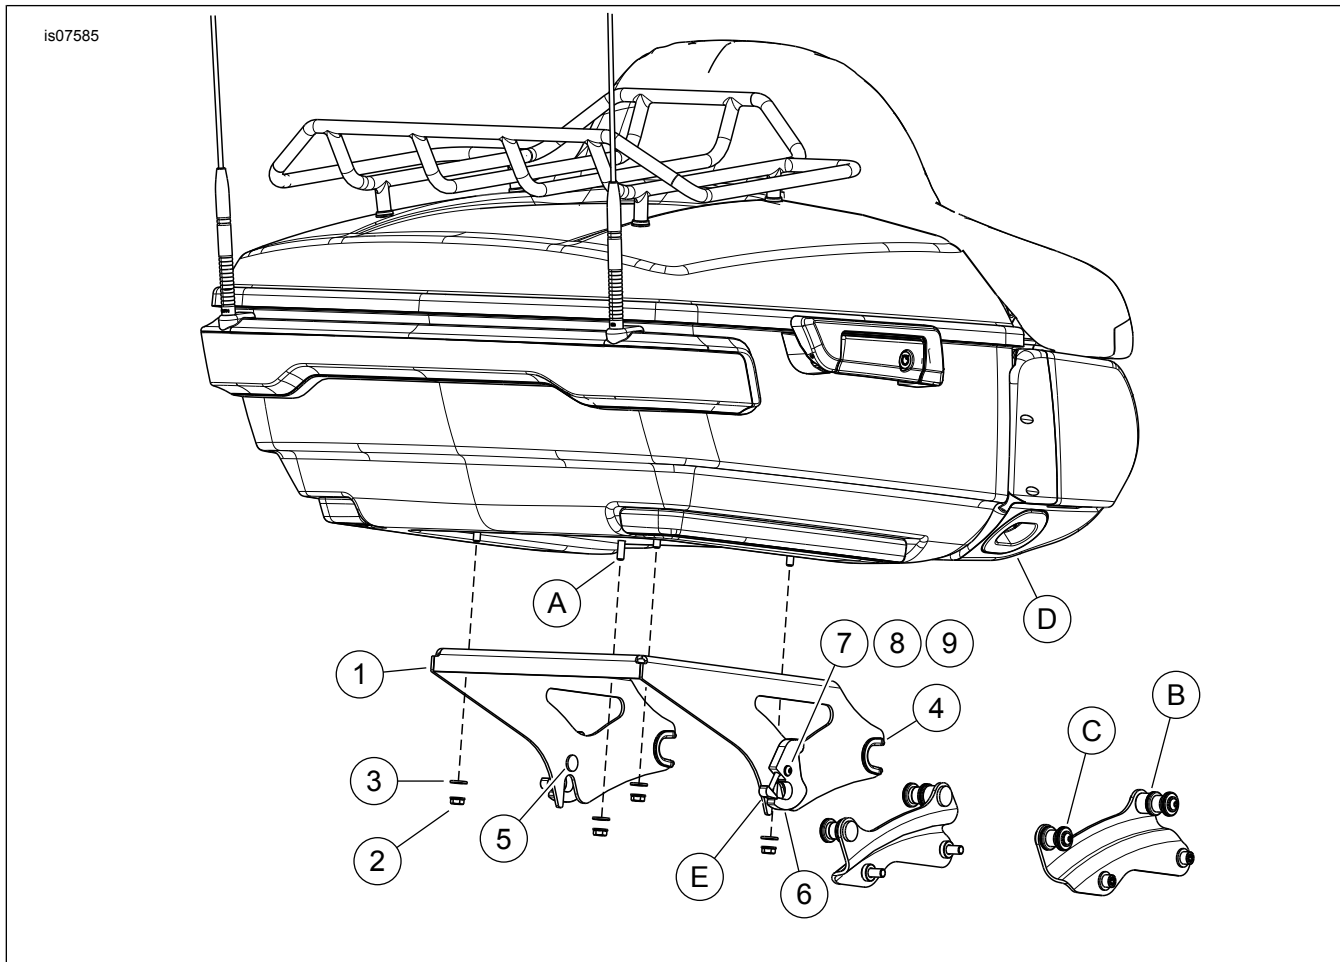

Figure 1. Mga Pamalit na Piyesa: Natatanggal na Two-Up Tour-Pak Rack
Tingnan ang Figure 1 at Talahanayan 1.
- Figure 1 Ikabit ang Tour-Pak® rack (1) sa mga pangmount na stud (A) ng Tour-Pak (D).
- Ikabit gamit ang mga washer (3) at nut (2).
- Ang mga pangmount na butas ng Tour-Pak rack ay slotted. I-adjust ang posisyon ng Tour-Pak (D) sa Tour-Pak rack (1).
- Higpitan ang mga nut (2).